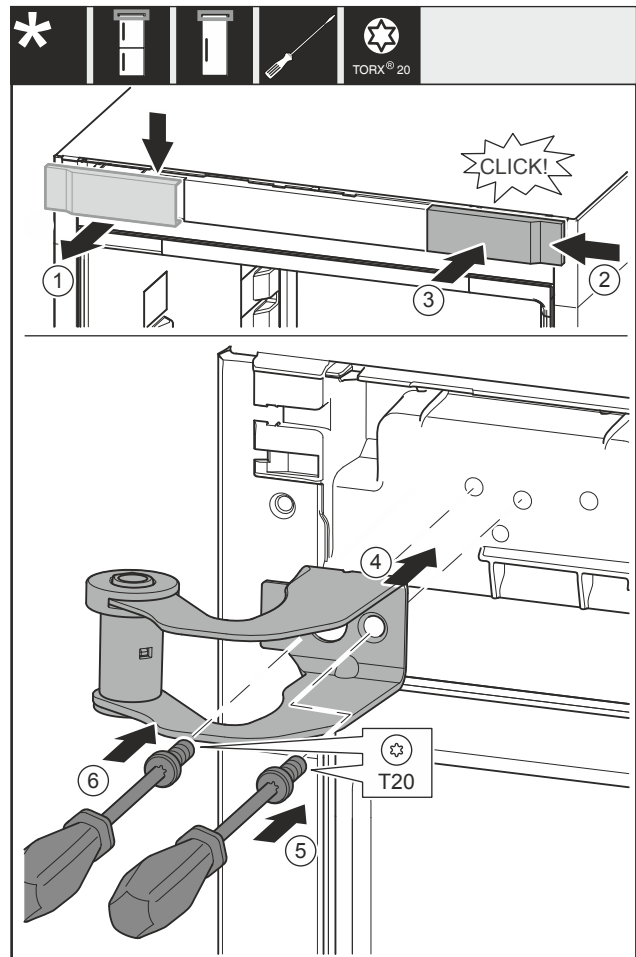

Fig. 14
- ▶ Abdeckung Fig. 14 (1) von oben nach vorne abnehmen.
- ▶ Abdeckung Fig. 14 (2) um 180° gedreht auf der anderen Seite von rechts einhängen.
- ▶ Abdeckung Fig. 14 (3) einrasten.
- ▶ Oberen Lagerbock Fig. 14 (4) ansetzen.
- ▶ Schraube Fig. 14 (5) festdrehen.
- ▶ Schraube Fig. 14 (6) festdrehen.